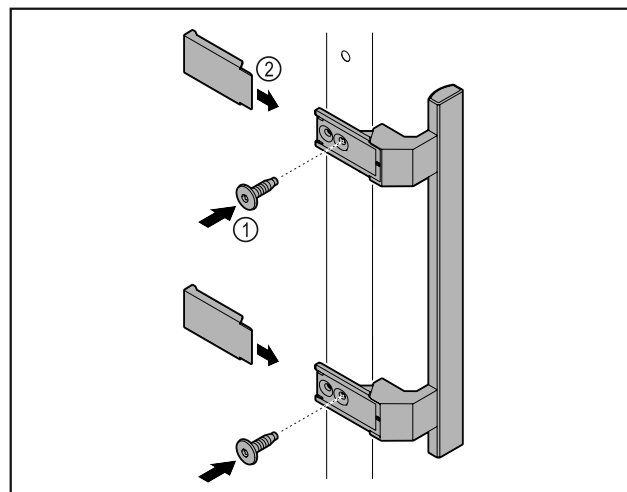

Fig. 2
- Fijar el tirador del empaque adicional a la puerta con los tornillos suministrados Fig. 2 (1).
- Coloque Fig. 2 (2) la cubierta.